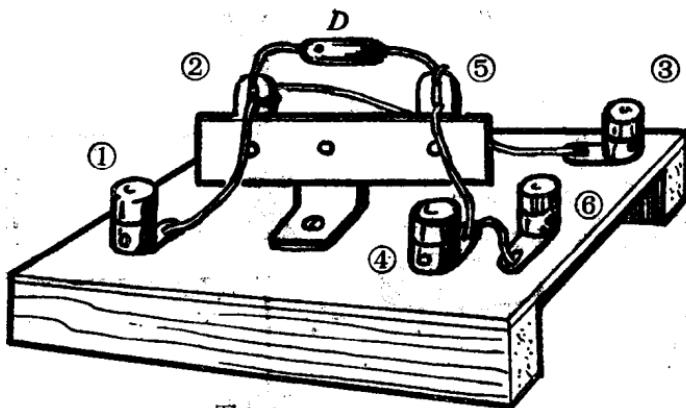

图 1-8
为了固定二极管，连接天线、地线和耳塞机，可以象图 1-8 那样，用薄木板做个小机座。在机座四角的小眼上，各装上一个接线柱，用来接天线、地线和耳塞机的两根引线；在中间的小眼处装上一个接线架，用来固定二极管。然后用四段导线分别把天线接线柱①和接二极管的一个焊片②、二极管的焊片②和接耳塞机的一个接线柱③、地线接线柱④和接二极管的另一个焊片⑤、地线接线柱④和接耳塞机的另一个接线柱⑥连接起来，最好是用锡焊牢。